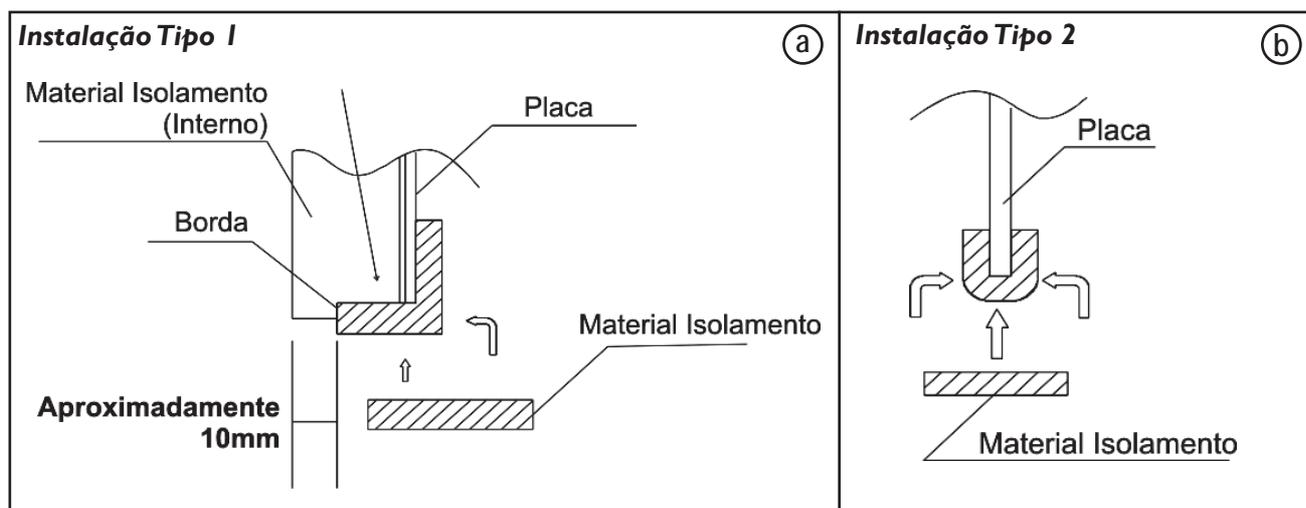

FIGURA 35
- Assegure-se de que a interface do furo não tenha espaçamento. (Figura 35-a)